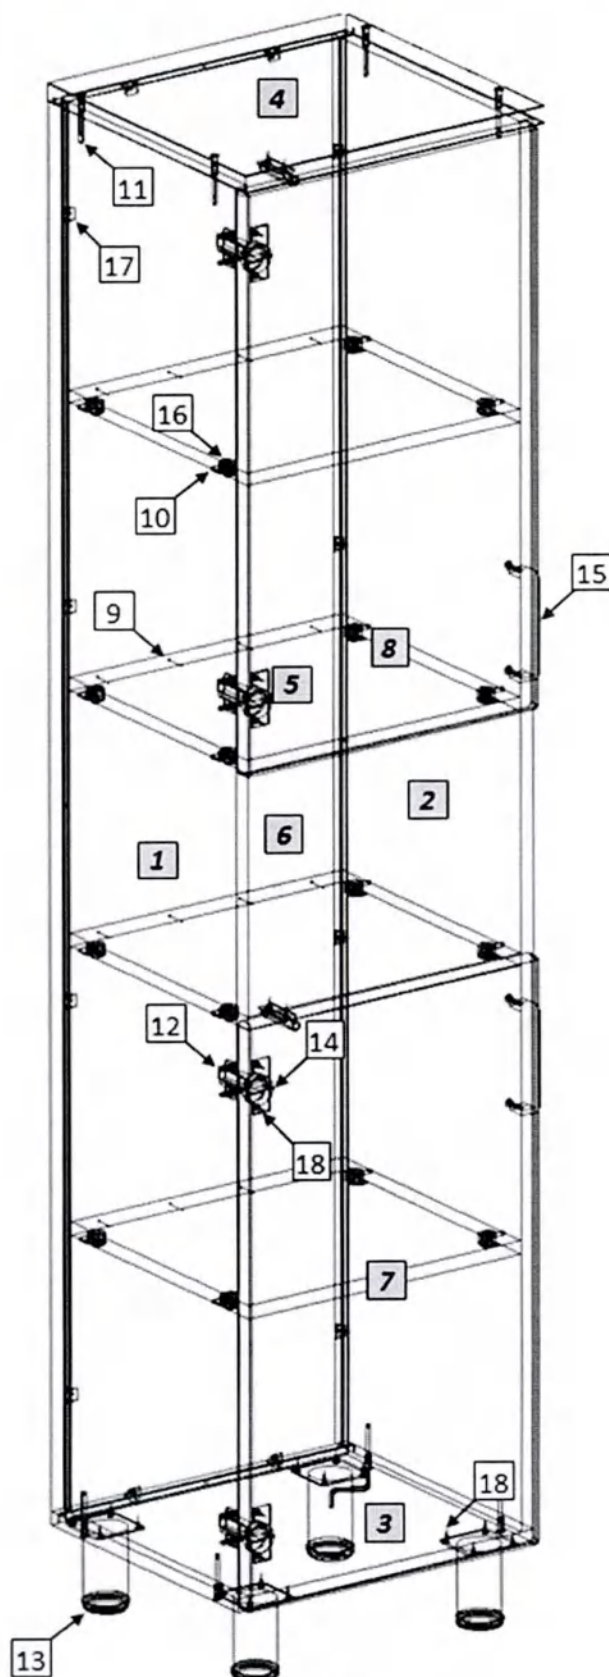

Рис. 1
1. Внимательно ознакомьтесь со схемой сборки, изображённой на рис. 1, сверяясь со спецификацией на изделие. Согласно схеме и спецификации определите расположение деталей в изделии и порядок их сборки. Сборка производится на ровном полу, укрытом материалом, предотвращающим повреждение покрытия пола и деталей мебели. Подготовьте необходимые для сборки инструменты – плоскую и крестовую отвёртки, молоток, рулетку или линейку.
2. На боковых стенках (1,2) установите ввинчиваемые дюбели эксцентриковых стяжек (23); установите монтажные планки петель (26). На боковых стенках (1,2) шурупами 4×16 (33) закрепите направляющие (25). На горизонтальных стенках (5) установите эксцентриковые стяжки (30). Евровинтами (24) соедините боковые стенки (1,2) с горизонтальной нижней стенкой (3) и крышкой (4), боковые стенки антресоли (14,15) с горизонтальной нижней стенкой (16) и крышкой (17), предварительно установив в пазы задние стенки (11,18). Закрепите задние стенки в пазах уголками (31). Установите и закрепите горизонтальные стенки (5), гвоздями (22) зафиксируйте к ним задние стенки. На горизонтальной нижней стенке (3) шурупами (33) закрепите опоры (27).
3. На стеклянной двери (12) и двери (19) установите петли (28) шурупами (33) и ручки (29). Для правильной установки ручки на фасад из алюминиевого профиля, в отверстия в стекле должны быть установлены втулки (21), ручка крепится винтами (20) (усилие не должно быть